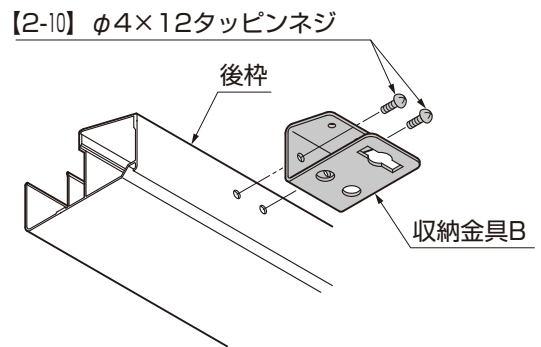

図4-4
- ②収納金具Bを【2-10】で後枠に取付けてください。(図4-4参照)